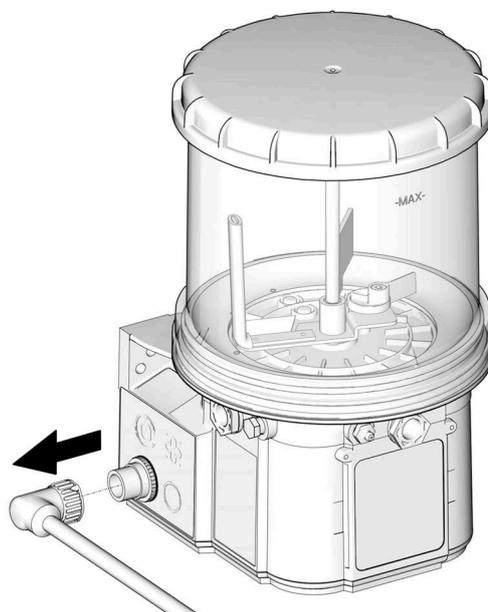

FIG. 25
**NOTA:** Si no hay disponible desconexión de batería, retire el cable de alimentación (FIG. 25).